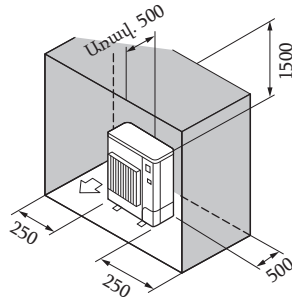

Fig. 2-12
- ⑥ Շրջապատող իրեր՝ միայն հետևի մասում, կողքերից և վերևից (Fig. 2-12)